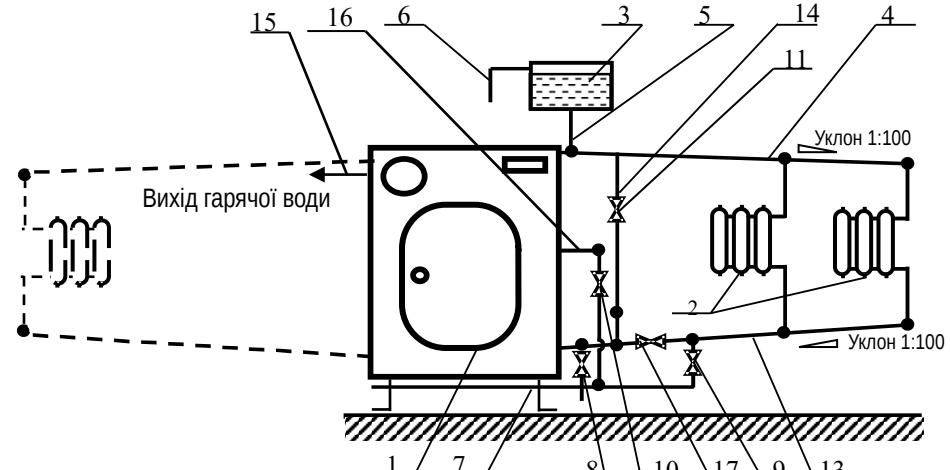

Рис. 5 Принципова схема підключення апарату до системи опалення
2.2.2.2 Принципова схема підключення апарату до системи опалення та гарячого водопостачання наведена на рис. 5. Підбір опалювальних приладів (радіаторів) і
2.3.8 При користуванні гарячим водопостачанням температуру гарячої води регулюйте потоком холодної води краном 10 (див. рис. 5)
Для отримання гарячої води з водонагрівача необхідно підтримувати температуру води в апараті 80-90°C, для чого при монтажі апарату (рис. 5) рекомендується встановлювати перепускну трубу з краном 11.